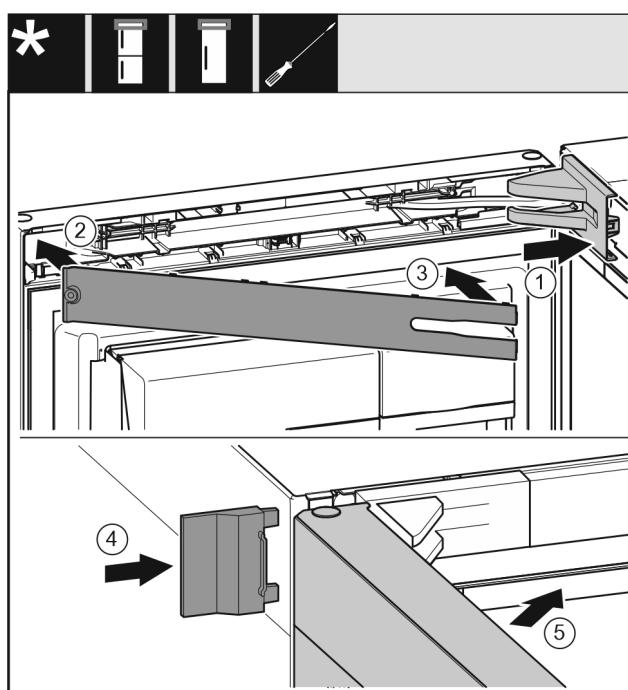

Fig. 51
- ▶ Namestite pokrov in ga zataknite, po potrebi ga previdno potisnite narazen. Fig. 51 (1)
- ▶ Namestite zaslonko. Fig. 51 (2)
- ▷ Obrnite zaslonko navznoter in jo zataknite. Fig. 51 (3)
- ▶ Potisnite zunanj pokrov gor. Fig. 51 (4)
- ▶ Zaprite zgornja vrata. Fig. 51 (5)